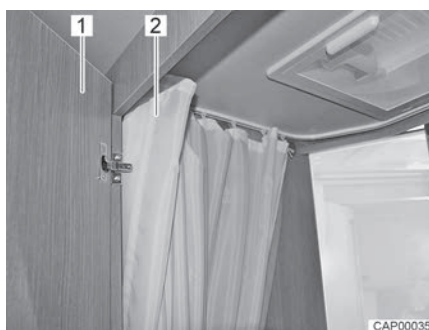

Bild 150 Toilettenraum mit Dusche
- Zum Duschen die Tür (Bild 150,1) schließen und den Duschvorhang (Bild 150,2) komplett zuziehen, so dass alle Wände geschützt sind.